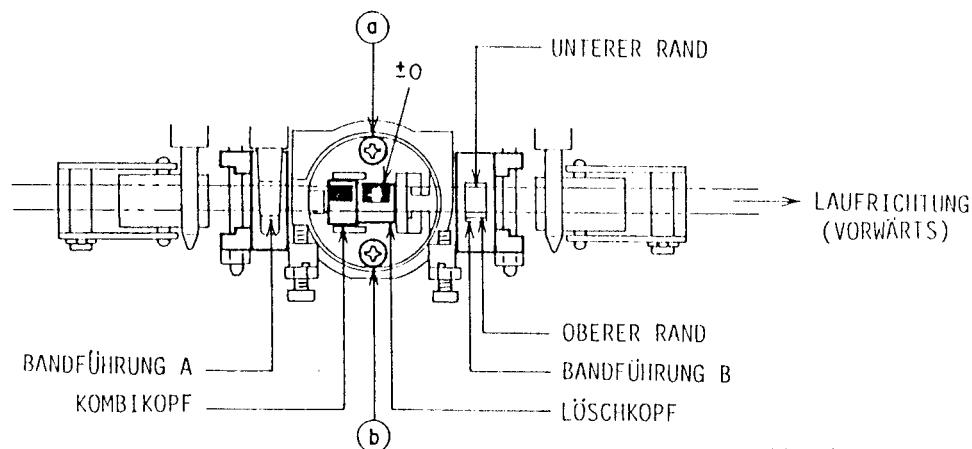

Abb. 6-1
6-1 BANDFÜHRUNGS-EINSTELLUNG (Siehe Abbildung 6-1 und 6-4)
- 5) Ein evtl. erforderlicher Kopfaustausch wird leicht gemacht, indem man nur die Schrauben **a** und **b** in Abbildung 6-1 löst.